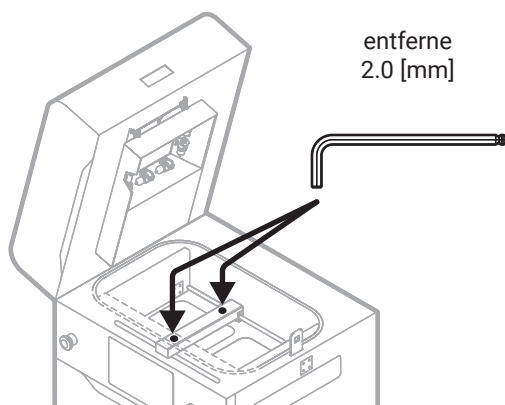

Abb. 1 Entfernen von den Schrauben der Abdeckung.
7. Indem Du den 2 mm Inbusschlüssel verwendest, entferne beide Schrauben an der Abdeckung (Abb. 1).